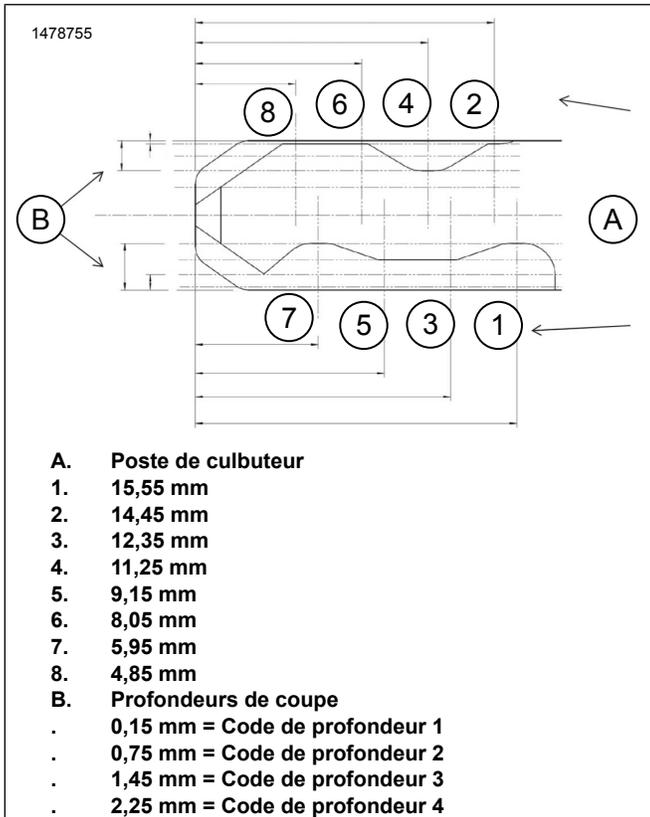

Figure 4. Diagramme de code de clé
1. Voir la figure 4. Sur Équipement d'origine (Équipement d'origine) la clé du véhicule, déterminer la profondeur de coupe à chaque position de la clé.
3. 2 Voir le Tableau 3. Écrire des codes de profondeur de la clé à partir de Figure 4 basés sur les profondeurs de coupe mesurées.